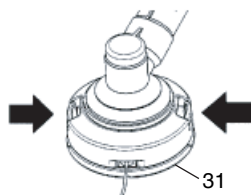

Fig. 37
- (1) Retire la caja (31) pulsando firmemente hacia dentro las pestañas de bloqueo con los pulgares, tal y como se muestra en la Fig. 37.